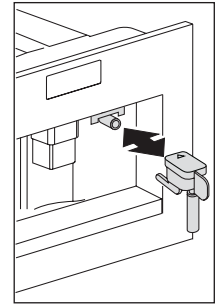

Abb. 13
- ▶ Stellen Sie sicher, dass der Wasserauslauf eingesetzt und an der Düse angebracht ist (Abb. 13).